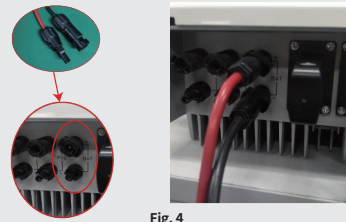

Fig. 4
**D** Collegare l'altra estremità del cavo di alimentazione alla morsetteria dell'inverter. (Fig. 4)